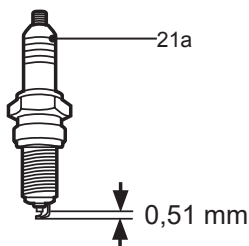

Fig. 33
6. Vérifier l'écartement de la bougie. Il doit être de 0,51 mm (Fig. 33).
8. Lors du remplacement de la bougie (21a), d'abord visser à la main puis serrer entre 20 et 25 Nm avec la clé à bougie (37).